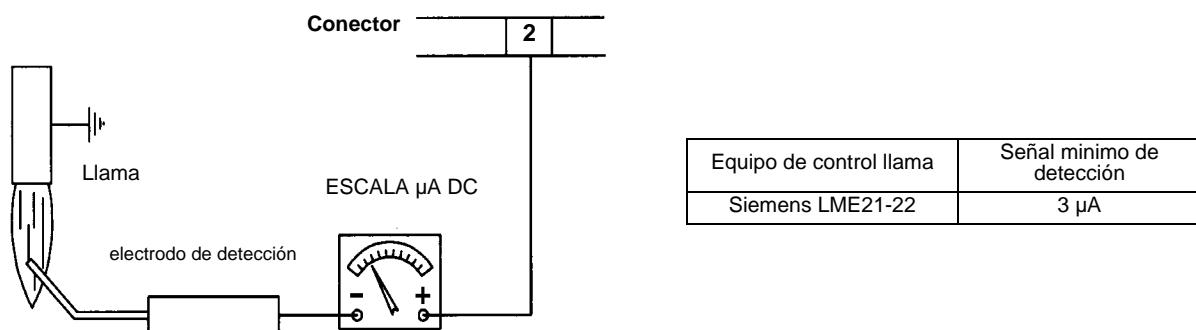

Fig. 36
- Limpie y controle los electrodos de encendimiento y detección (véase pag. 34). Controle la señal de detección, siga el esquema de la Fig. 36.
En el caso en que el quemador vaya en bloque, ejecutar los siguientes controles. Para medir la señal de detección, siga el esquema de la Fig. 36. Si la señal es inferior al valor indicado, controle la posición del electrodo de detección, los contactos eléctricos y, de ser necesario, sustituya el electrodo de detección.